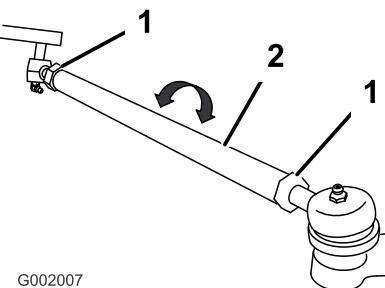

Figura 60
5. Si la distancia no está en el intervalo especificado, afloje las contratuerzas en ambos extremos de las bielas (Figura 60).